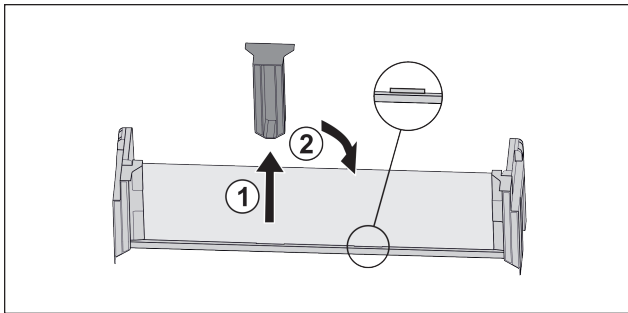

Fig. 31
- ▶ Витягнути середню деталь для підтримки Fig. 31 (1).
- ▶ Вставити середню деталь для підтримки на друге положення Fig. 31 (2).